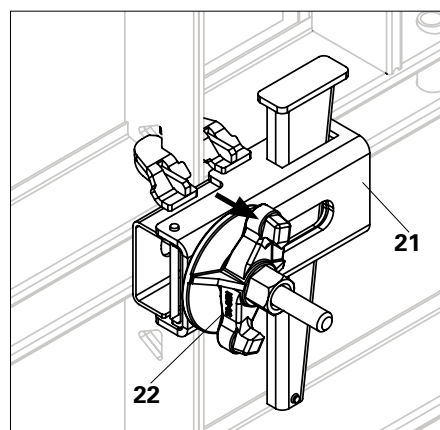

Fig. A4.08
6. Martellare la contropiastra dado ad alette DW 15 (30) per assicurare che il sistema di fissaggio DW 15 (22) sia perfettamente serrato con il morsetto di allineamento (21). (Fig. A4.08)